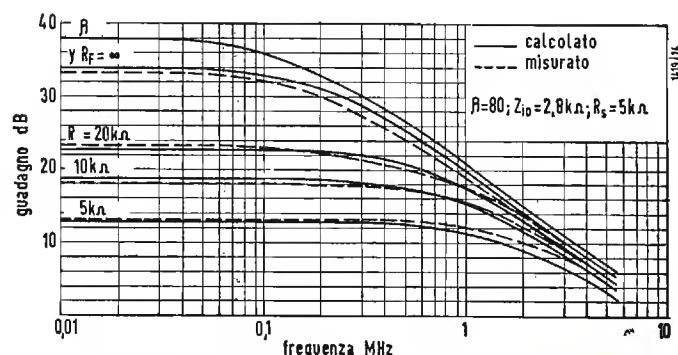

Fig. 14 - Guadagno in funzione della frequenza calcolato e misurato con controreazione di tensione.
In fig. 14 sono riportate cinque curve; β_0 , senza controreazione esterna, e tre differenti valori di resistenze di controreazione, 20 k Ω , 10 k Ω e 5 k Ω . Si usano le formule (18) e (48) per calcolare l'effetto della controreazione sul guadagno e sulla frequenza di taglio. Le curve, misurate e calcolate, differiscono entro 1 dB come in (a).